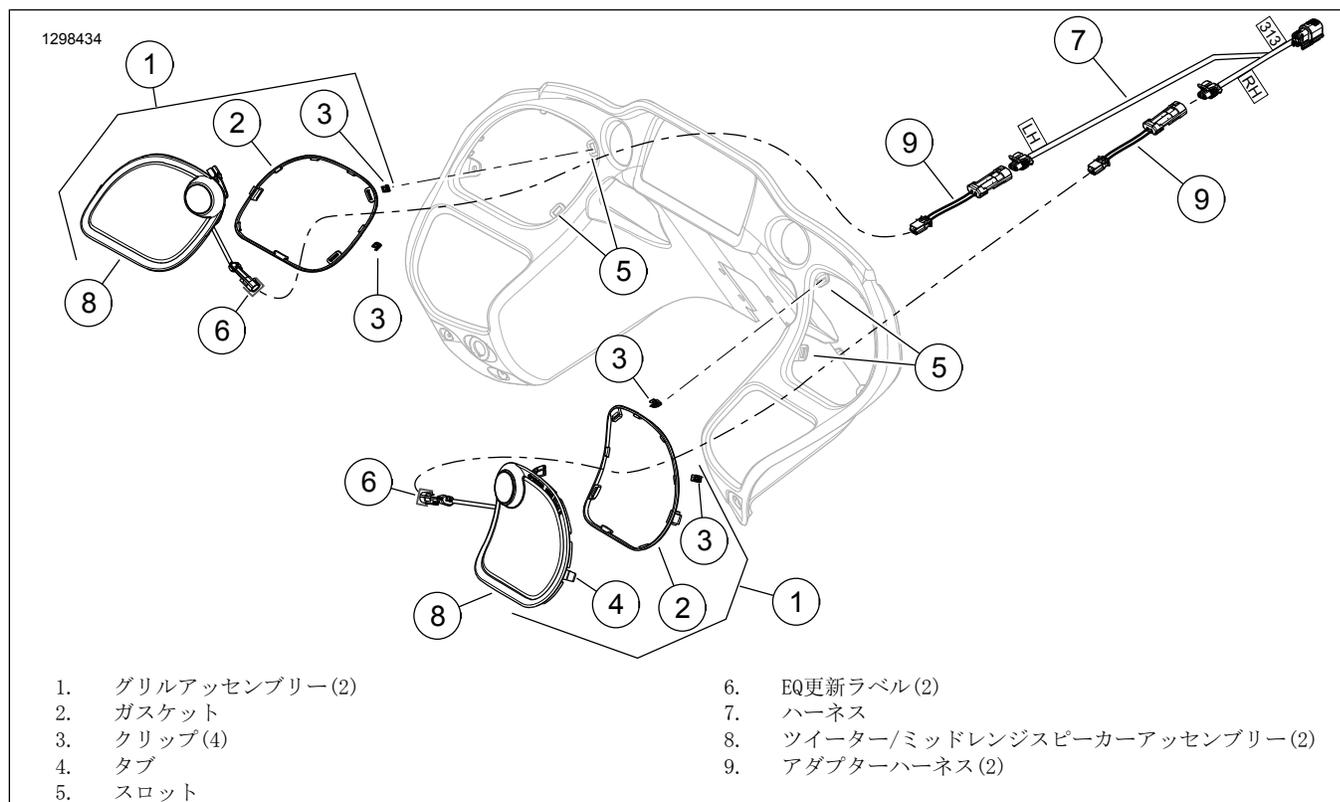
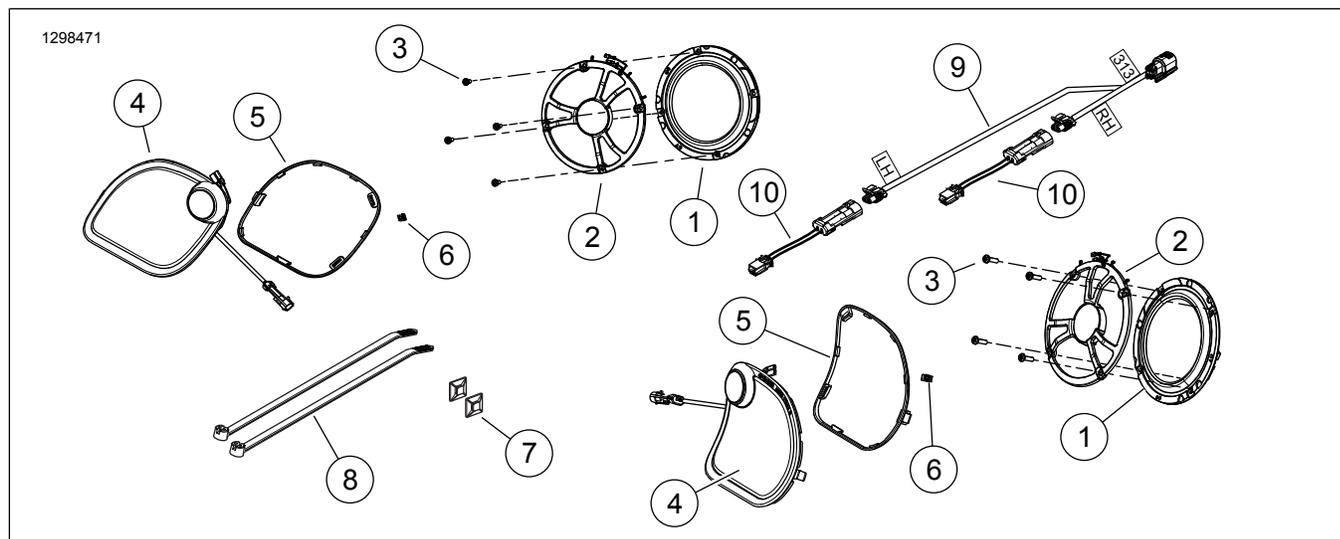

図2。スピーカーツイーター/ミッドレンジおよびグリル
図4. 交換用パーツ、Boom!オーディオステージIIフェアリングスピーカーキット (FLTR)
「図4」および「表1」を参照してください。
5. 「図2」を参照。グリルアッセンブリー(1)の取り付け:
7. 「図2」を参照。全モデル: ハーネス(7)をインナーフェアリング内に配置します。
このキットで特定されているスピーカーの生成には、アダプターハーネス(9)図2またはアダプターハーネス(10)図4が必要となりますが、すべてのモデルで必要であるわけではありません。スピーカーとハーネスの組み合わせによって、ハーネス接続が異なります。アダプター(69200925)を使って、接続の問題を解決します。
9. 「図4」を参照。キットからアダプターハーネス(10)を追加する。
10. 「図2」を参照。アダプターハーネスとハーネス(7)を接続する。